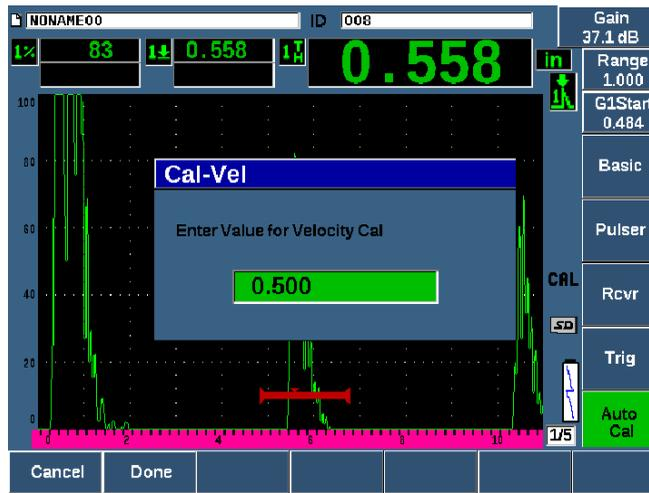

Рис. 3-16 Значение Velocity Cal (Калибровка скорости)
13. С помощью ручки регулятора или курсорных клавиш настройте отображенное значение на нужную толщину. В этом примере преобразователь установлен на ступень толщиной 12,5 мм (см. Рис. 3-16 на стр 69).